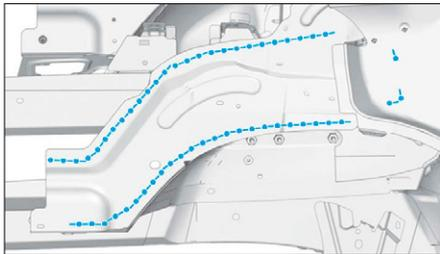

FIG. 26
- Préparer les zones d'accostages et les protéger par un apprêt soudable (Fig.26).